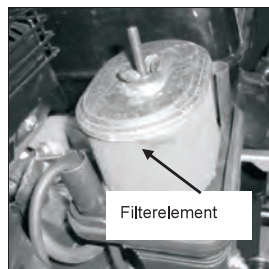

Fig. 20C
3. Tvätta filterelementet i tvålatten. (Fig.20C) **ANVÄND INTE BENSIN!**